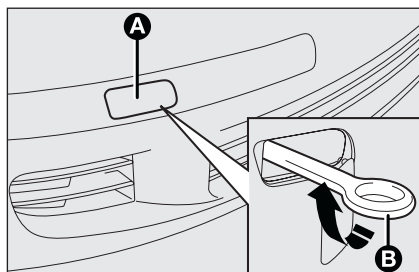

fig. 48
- ☐ apriete a fondo la argolla en el perno roscado delantero **fig. 48** o trasero.